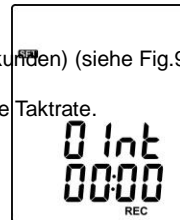

Fig.9
- (1) Zur Auswahl die oder Taste betätigen (für Minuten und Sekunden) (siehe Fig.9)
- (2) Durch betätigen der / Tasten erhöhen Sie oder verkürzen die Taktrate.